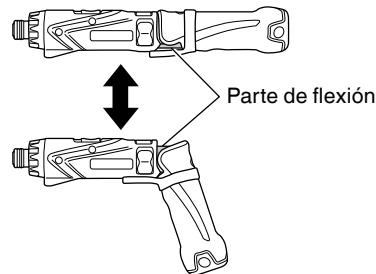

Fig. 13
- **Si la cubierta de goma se afloja, se daña o se pierde, contáctese con su CENTRO DE SERVICIO AUTORIZADO DE metabo HPT. (Fig. 13)**